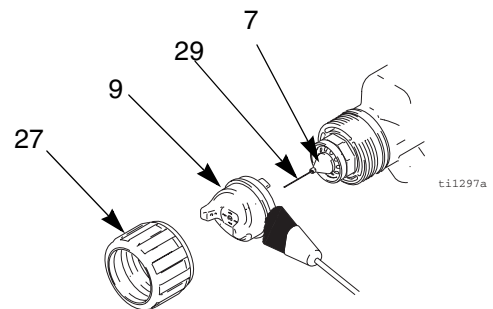

Abb. 16. Luftkappe und Materialdüse reinigen
4. Haltering (27) und Luftkappe (9) abnehmen. Siehe ABB. 16.
5. Die Luftkappe (9) mit der weichen Bürste und einem nicht brennbaren Lösungsmittel reinigen oder die Luftkappe in das Lösungsmittel eintauchen und abwischen.
6. Die Pistole nach unten richten und Materialdüse (7) und Vorderseite der Pistole mit einer weichen Bürste reinigen, die mit einem nicht brennbaren Lösungsmittel befeuchtet wurde.